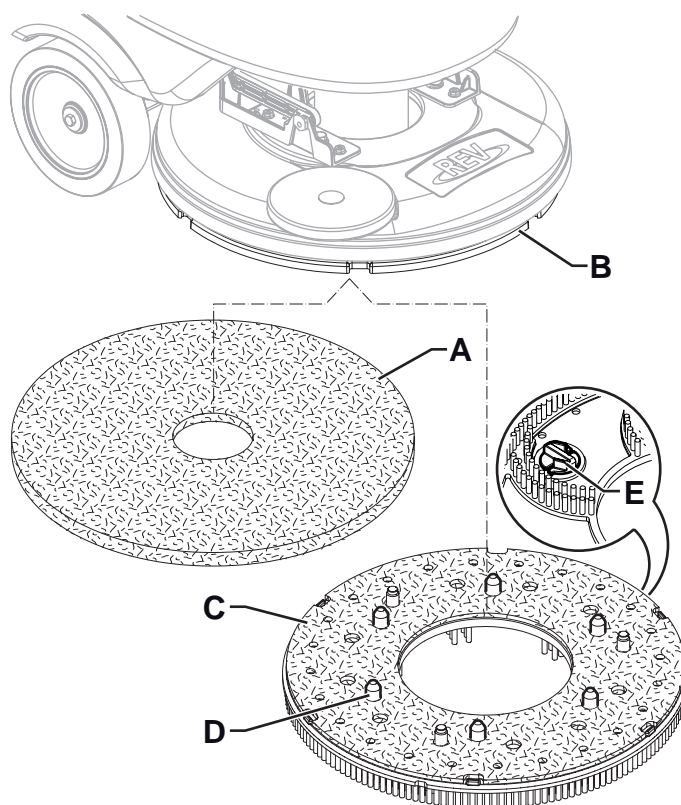

Рис. 3
1. Убедитесь, что платформа REV™ (37) поднята.
2. Отключите машину и вытащите ключ оператора (41).
3. В зависимости от типа проводимой уборки установите прокладку (А, рис. 3) или щетку (С, опция) и запомните следующее:
- Поместите щетку (С, опция) под платформу, а затем совместите центрирующие штифты (D) с соответствующими отверстиями приводного диска (В) и закрепите щетку тремя монтажными винтами (Е).